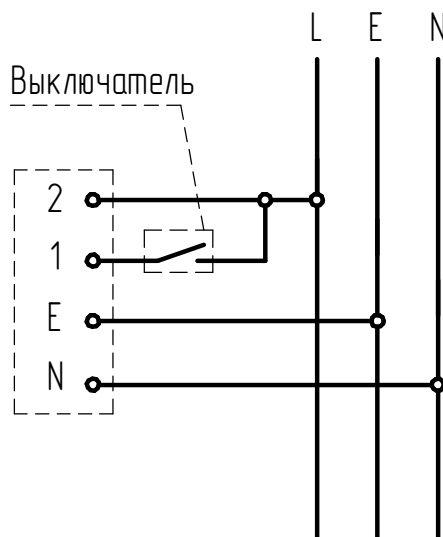

Рисунок 8 - Схема подключения светильника с БАП к сети
5.4 Присоедините сетевые провода к клеммной колодке на корпусе (рис. 8).
5.5 Подключение светильника производить согласно схеме (рис. 8) Подключите фазовый провод некоммутированной сети освещения (т.е. между фидером и светильником не должно быть никаких выключателей, кроме *автоматов защиты*) к клемме 2, а фазовый провод коммутированной сети к клемме 1.